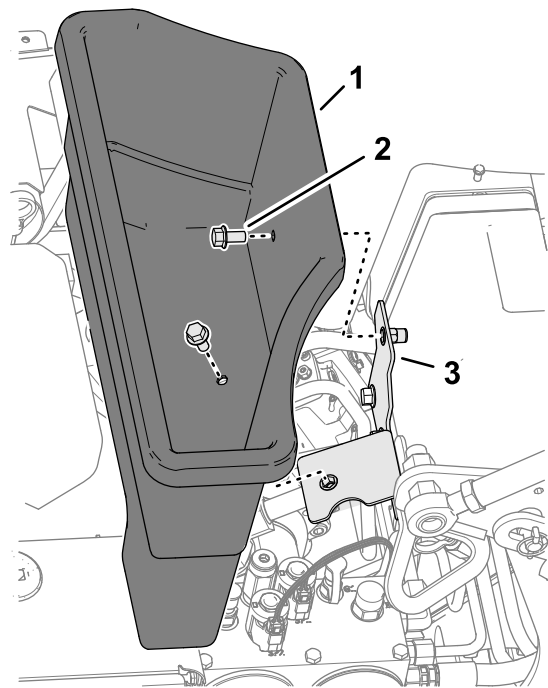

Figura 126
3. Retire los 2 pernos con arandela prensada que fijan el contenedor de almacenamiento al soporte del contenedor (Figura 126).